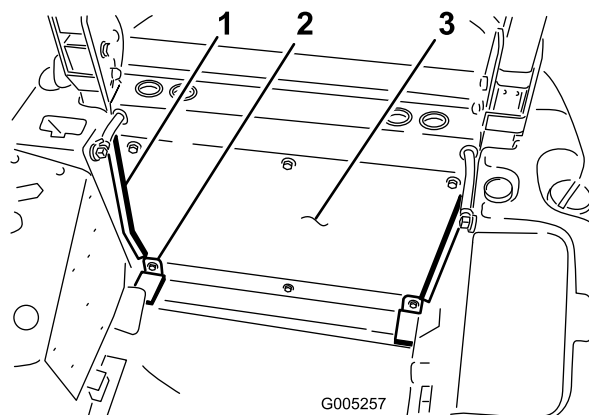

Figura 61
2. Alinee los taladros de montaje de las almohadillas esquineras con los orificios inferiores del panel trasero y los taladros del travesaño inferior del bastidor (Figura 61). Sujete las almohadillas esquineras al panel trasero y al travesaño con los 2 tornillos de montaje del panel trasero que retiró anteriormente. Utilice el tornillo restante para sujetar la parte central inferior del panel trasero al travesaño.
4. Retire el papel protector y fije las juntas autoadhesivas a cada borde del panel trasero, según se muestra en Figura 61. Asegúrese de que cada junta está enrasada contra los paneles laterales del depósito de combustible.